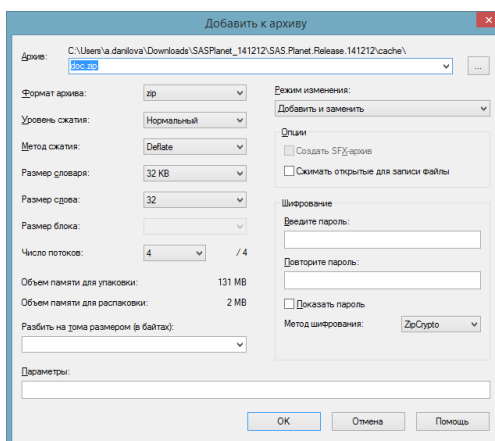

Рис. 24: Создание файла kmz
7. Выберите формат архива **zip**, введите название архива и нажмите кнопку **OK** (рис. 24).